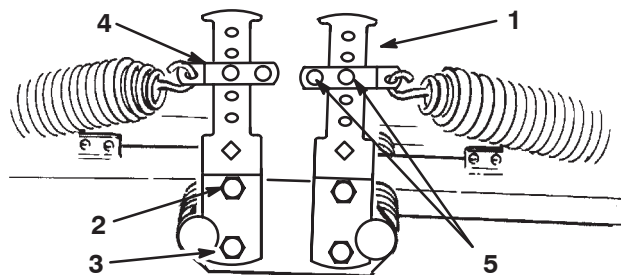

Bild 13
2. Befestigen Sie das andere Ende der Feder mit der Federkette, dem Lastösenbolzen und dem Splint am entsprechenden Loch (siehe unten) an den vorderen und hinteren Gegengewichtarmen (Bild 13 & 14).
4. Befestigen Sie das untere Ende des Gegengewichtarms mit der vorher abgenommenen Kopfschraube und Mutter am Chassis. Ziehen Sie die obere Kopfschraube fest (Bild 13).